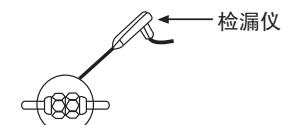

图32
- 3 用⑪塑料绝缘带把铜管和连接电缆包起来。
- 4 在接口处用检漏仪或者肥皂水来检查是否有泄漏。（如图32）